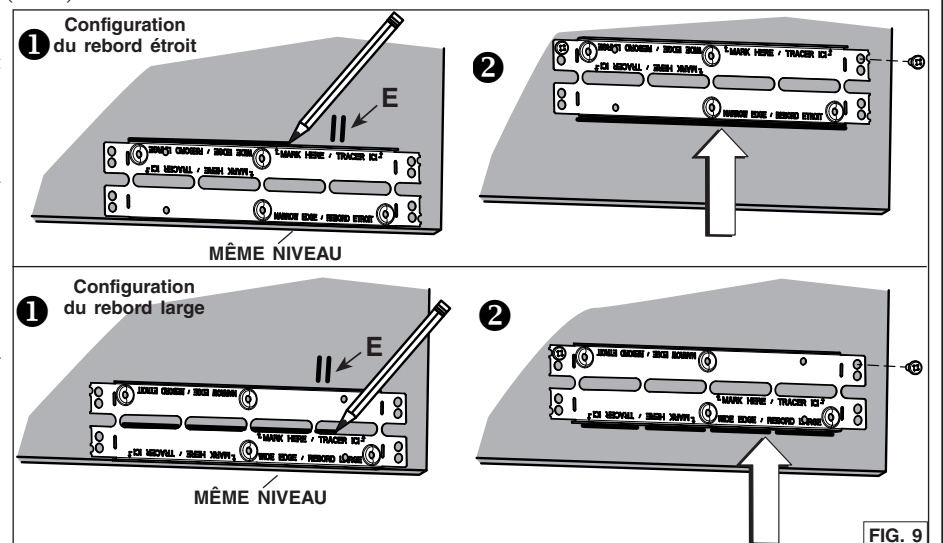

FIG. 9
- Repérer les crochets *Ease of Install* sur l'appareil (distance donnée à partir du rebord avant, FIG. 8). Insérer temporairement l'appareil dans l'armoire et tout en retenant l'appareil, marquer sur les deux côtés de l'armoire l'emplacement des crochets *Ease of Install* (illustré en E dans la FIG. 9). Retirer l'appareil.
- Installer les supports d'armoire comme suit (FIG. 9) :
- Placer le support au même niveau que le bas du panneau droit de l'armoire, en centrant la marque de l'emplacement des crochets (E) entre les trous en relief inférieurs. Pour la configuration du rebord étroit, tracer une ligne sur le dessus du support. Pour la configuration du rebord large, tracer une ligne à la base des fentes centrales.